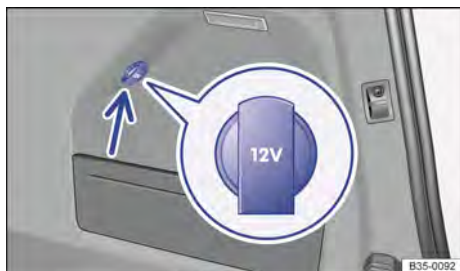

Fig. 177 No compartimento de bagagem: tomada 12 V.
- No compartimento de bagagem → Fig. 177 (seta pequena).